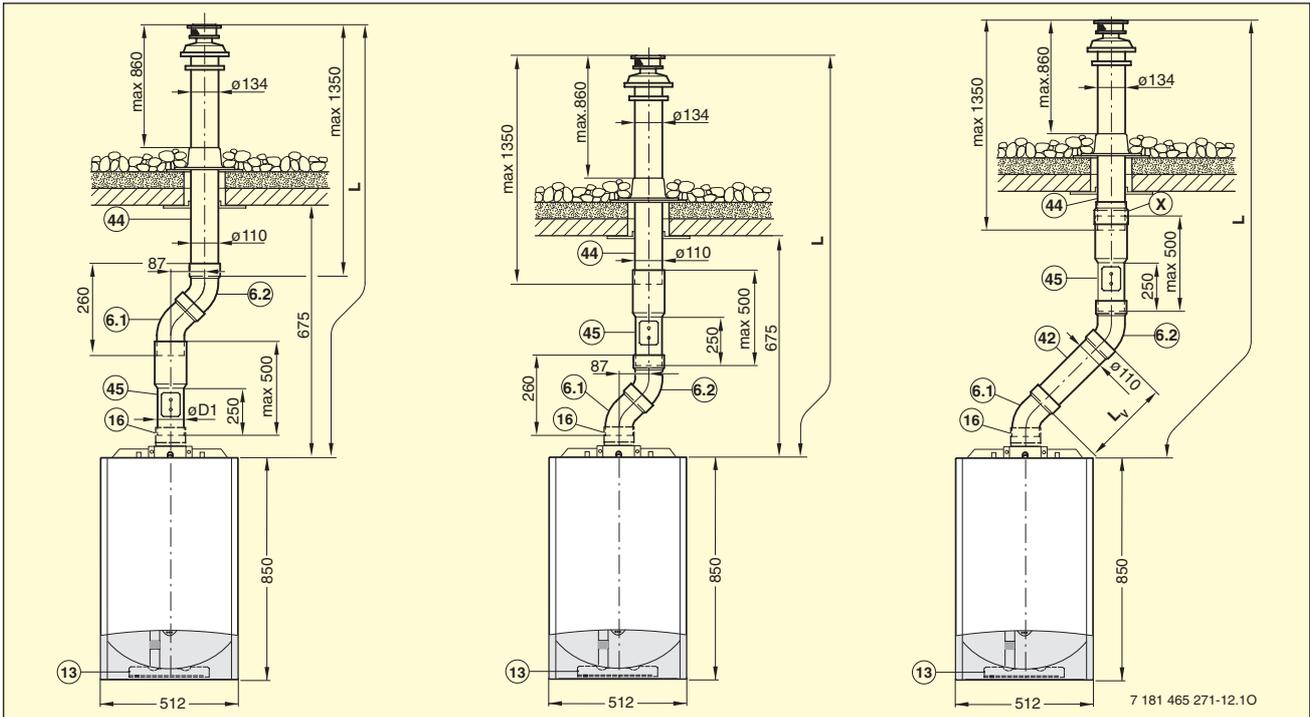

Bild 33
**Legende zu Bild 33, 34, 35 und 36:**